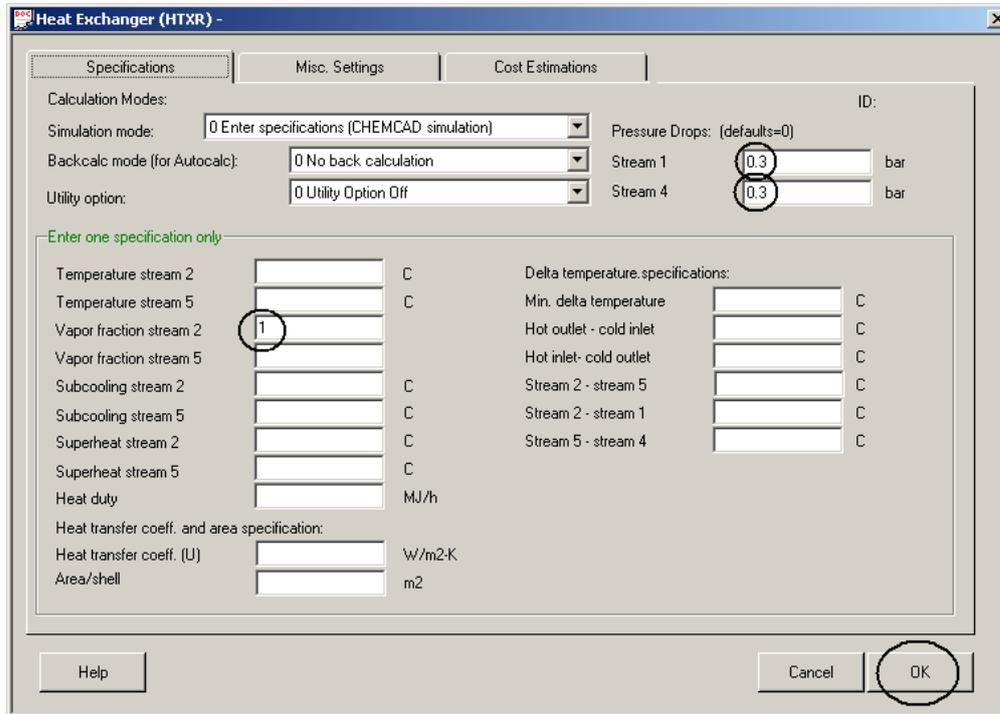

Рис. 1. Настройка теплообменника ID №2.
2. Для теплообменника №2. (См. Рис. 1). Выбрать раздел **Specifications** (**Спецификация**), в поля **Pressure Drops: (Перепад давления)** ввести значения перепада давления между входом и выходом для обеих сторон теплообменника: для **Stream1 (Потока 1) – 0.3** бар (bar), для **Stream4 (Потока 4) – 0.3** бар (bar). В поле **Vapor fraction stream 2 (Доля отгона пара потока 2)** задать точку росы равной **1.0**.